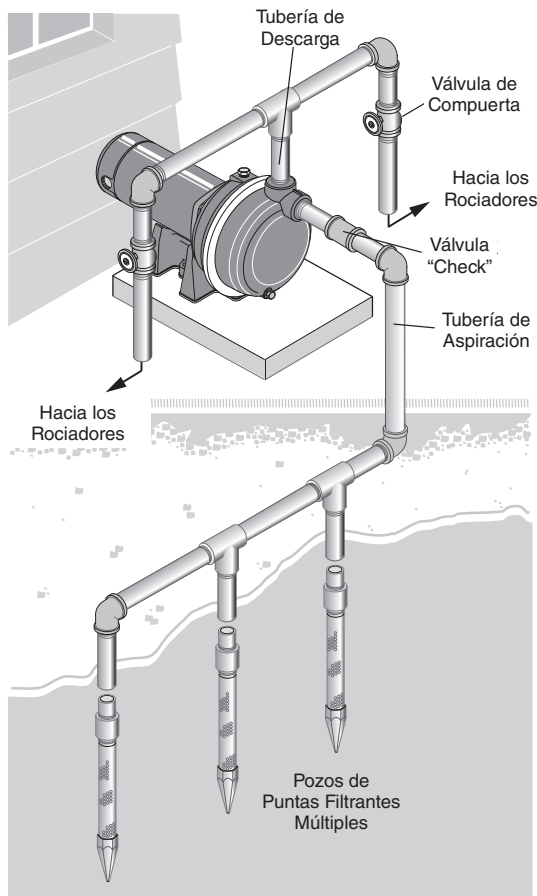

Figura 2 - Instalación en pozos hincados, pozos hincados múltiples
1. Conecte el tubo de succión al tubo enclavado (Figura 2). Mantenga el tramo de tubo horizontal tan corto como sea posible. Utilice cinta sellante de PTFE en las roscas machos. Quizás sean necesarios varios pozos hincados para que proporcionen suficiente agua a la bomba.